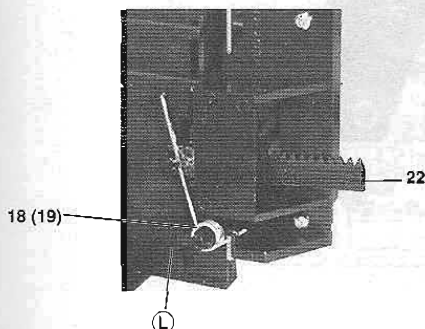

Fig. 15
- Drehfeder 18 bzw. 19 aushängen (Fig. 15).
- Unhook the torsion spring 18 and 19 respectively (Fig. 15).